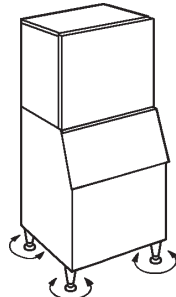

Abb. 6 FüÙe einstellen
- 8) Stellen Sie die vier FüÙe am Boden so ein (Einstellbereich 0 bis 25,4 mm), dass der Eisbereiter vollkommen waagrecht steht. Verwenden Sie eine Wasserwaage. Siehe Abb. 6.